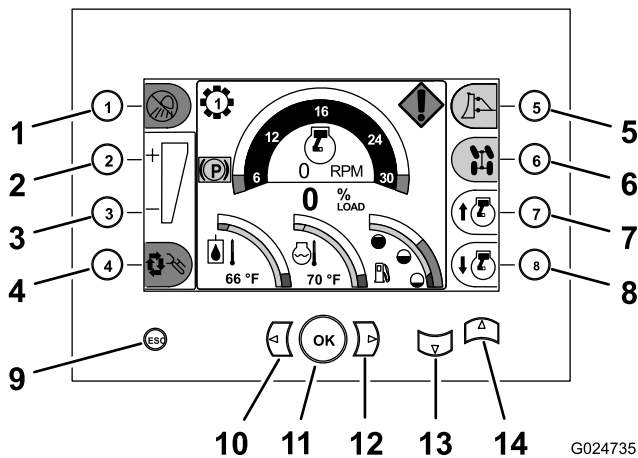

Figura 9
Prima di avviare il motore e di utilizzare la macchina, familiarizzate con tutti i comandi (da Figura 9 a Figura 16).
Utilizzate i pulsanti del centro di comando per controllare il funzionamento delle funzioni della macchina e navigate alle schermate di configurazione della macchina e di diagnostica (Figura 9).
- **Pulsante più acceleratore:** premete il pulsante più acceleratore (pulsante 7), posizionato nell'angolo in basso a destra del centro di comando, per aumentare la velocità del motore (Figura 9).
- **Pulsante meno acceleratore:** premete il pulsante meno acceleratore (pulsante 8), posizionato nell'angolo in basso a destra del centro di comando, per diminuire la velocità del motore (Figura 9).